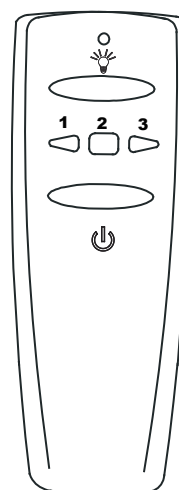

Fig. 16
A. Boutons 1, 2 et 3 (fig. 16)